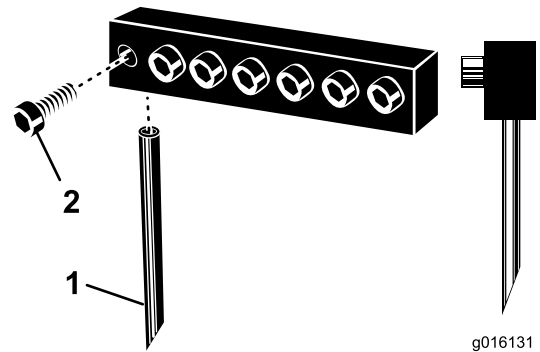

Bild 26
- Lösen Sie die Klemmbolzen und entfernen Sie die vorher verwendeten Zinken (Bild 26).
Hinweis: Der Ausstoßschlitz sollte bei Hohlzinken sollte nach hinten zeigen; bei Massivzinken sollte der Winkel an der Zinkenspitze zur Maschine zeigen (Bild 26).